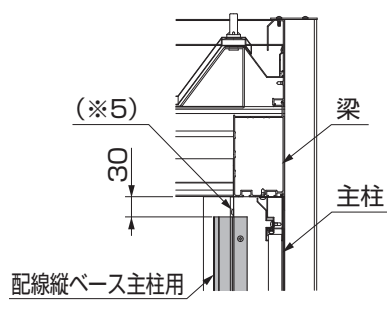

図4-4 配線縦ベース主柱用取付け位置
- 配線縦ベース主柱用は、桁・前後梁下端より30mm低い部分を上端にして取付けてください。(図4-4参照)
- ② 配線カバーD (またはA) の側面にφ4.5の下穴をあけてください。
- ③ 天井なしの場合は、配線縦ベース主柱用に配線縦ベース主柱用補完材を 〔50-2〕 で取付けてください。
- ④ 配線カバー端部キャップAを、配線縦カバーのD (またはA) 上端に 〔50-1〕 で取付けてください。
- ⑤ 配線カバー端部キャップBを、配線縦カバーD (またはA) の下端に 〔50-1〕 で取付けてください。
- 配線縦ベース主柱用を取付ける際は主柱のネジ (※5) を避けて取付けてください。(図4-4参照)